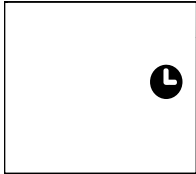

Fig. 4
- Trykk flere ganger til den tilsvarende tiden vises. Vent ca 5 sekunder, timeren vil være aktiv, så bare symbolet vises på skjermen. (Fig.4)